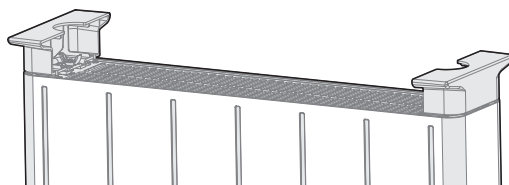

Figura 2
- 3 Retire las tuercas de mariposa de la bolsa de accesorios y apriételas en el tornillo para fijar las patas. (Figura 2)